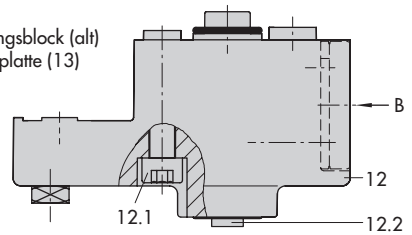

Bild 5 · Direktanbau – Stelldruckanschluss für Antrieb Typ 3277 mit 240, 350 und 700 cm²
1. Mitnehmer (3) an die Antriebsstange setzen, ausrichten und so festschrauben, dass die Befestigungsschraube in der Nut der Antriebsstange sitzt.
2. Abdeckplatte (10) mit schmaler Seite des Ausbruchs (Bild 5 links) in Richtung zum Stelldruckanschluss befestigen, die aufgeklebte Flachdichtung (14) muss zum Antriebsjoch zeigen.
3. Bei Antrieben mit 700 cm² am Hebel **M** (1) auf der Stellungsreglerückseite den Abtaststift (2) aus Stiftposition **35** lösen und in die Bohrung für Stiftposition **50** umsetzen und verschrauben.
6. Kontrollieren, ob die Zunge der Dichtung (16) seitlich am Verbindungsblock so ausgerichtet ist, dass das Antriebssymbol für „Antriebsstange ausfahrend“ bzw. „Antriebsstange einfahrend“ mit der Ausführung des Antriebes übereinstimmt. Andernfalls müssen die drei Befestigungsschrauben entfernt, die Deckplatte abgehoben und die Dichtung (16) um 180° gedreht wieder eingelegt werden. Beim alten Verbindungsblock (Bild 5 unten) muss die Schaltplatte (13) so gedreht werden, dass das entsprechende Antriebssymbol zur Pfeilmarkierung ausgerichtet ist.
7. Verbindungsblock (12) mit seinen Dichtungen an Stellungsregler und Antriebsjoch ansetzen und mit Befestigungsschraube (12.1) festziehen. Bei Antrieb „Antriebsstange einfahrend“ zusätzlich den Stopfen (12.2) entfernen und die externe Stelldruckleitung montieren.
8. Deckel (11) auf der Gegenseite montieren. Dabei unbedingt darauf achten, dass im eingebauten Zustand des Stellventiles der Entlüftungstopfen nach unten zeigt, damit evtl. angesammeltes Kondenswasser abfließen kann.